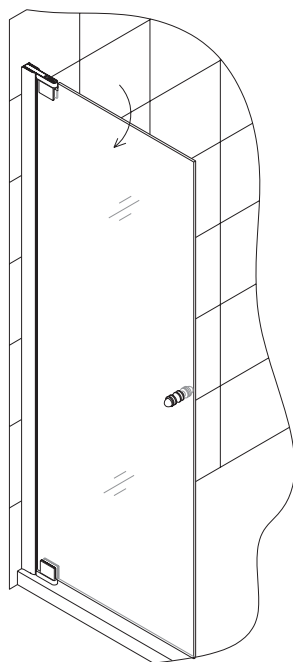
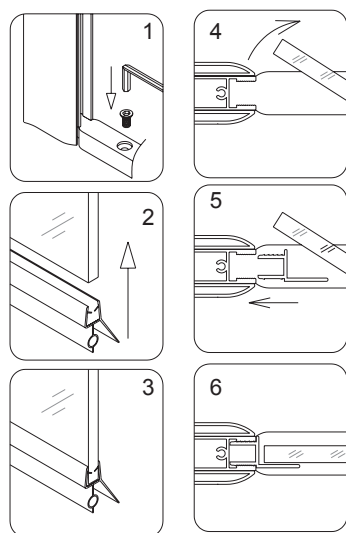

Рис. 10
Рис. 11
13. Откройте стеклянную дверь. Вдавите нижнюю водоотталкивающую полосу (11) по краю стеклянной двери. Вставьте другие водоотталкивающие полосы (10) в пазы стеклянного профиля для стеклянной двери (2). См. рис. 10 и рис. 11 для более подробной информации. Закройте отверстия в нижнем поворотном стопоре при помощи винта с плоским разъемом (19).
24. Откройте стеклянную дверь. Наложите нижнюю водоотталкивающую полосу (11) на стеклянную дверь. Вставьте другие водоотталкивающие полосы (10) в пазы стеклянного профиля для стеклянных дверей (2). См. рис. 10 и 21 для более подробной информации. Закройте отверстия в нижней части поворотного стопора при помощи винта с плоским разъемом M6×12 (19).